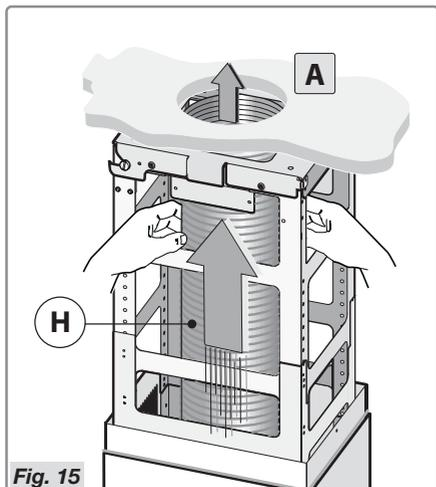

Fig. 15
- Collegare il tubo **H** (non fornito) all'apertura del tubo di scarico dell'aria **A** (Fig. 15).